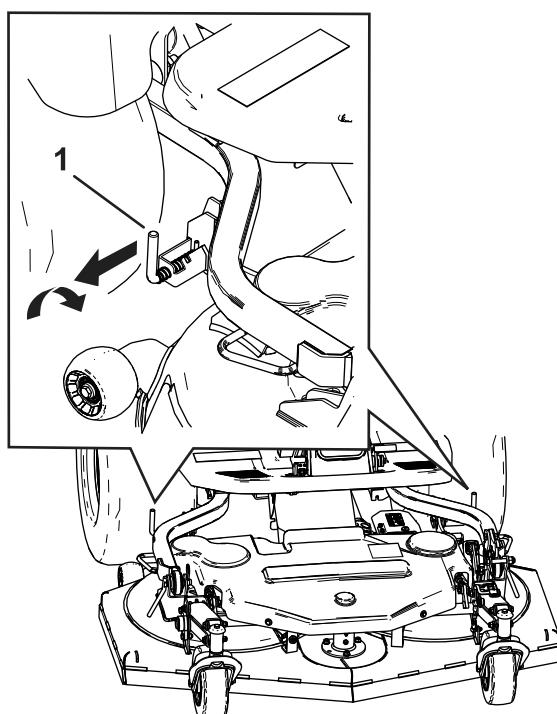

図 86
- カッティングユニットの両側にある後リンクピンを解除引いて回すし、カッティングユニットを降下させる図 86。